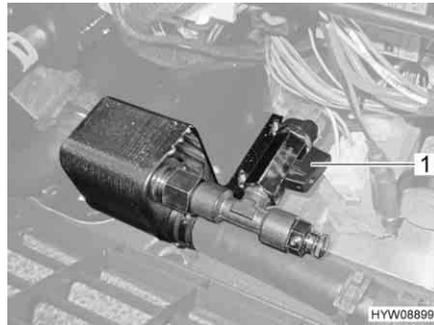

Fig. 114 Scambiatore di calore Alde
**Accensione:** ■ Posizionare la maniglia (Fig. 114,1) del rubinetto di chiusura parallelamente alla tubazione.
**Spegnimento:** ■ Posizionare la maniglia (Fig. 114,1) del rubinetto di chiusura verticalmente rispetto alla tubazione.